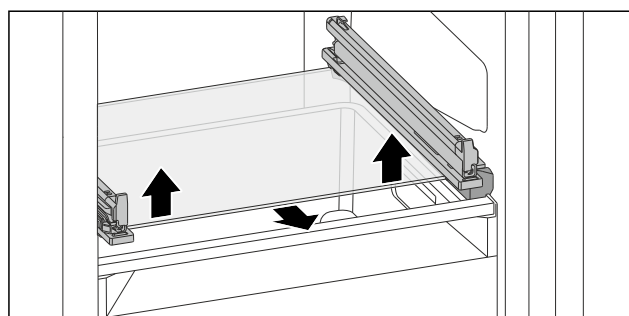

Fig. 202 Skleněná deska odklápěcí zásuvky
- ▶ Vytlačte skleněnou desku zdola na obou stranách nahoru. (viz Fig. 202)